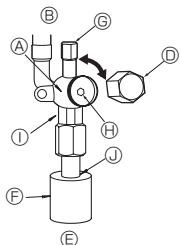

Fig. 4-5
(1) Πλευρά αερίου/υγρού ZM71 (Fig. 4-5)
① Βγάλτε το καπάκι και περιστρέψτε το στέλεχος της βαλβίδας προς τα αριστερά έως το τέρμα χρησιμοποιώντας ένα εξαγωγικό κλειδί 4 mm. Σταματήστε να περιστρέψετε έως ότου φτάσει στον αναστολέα.